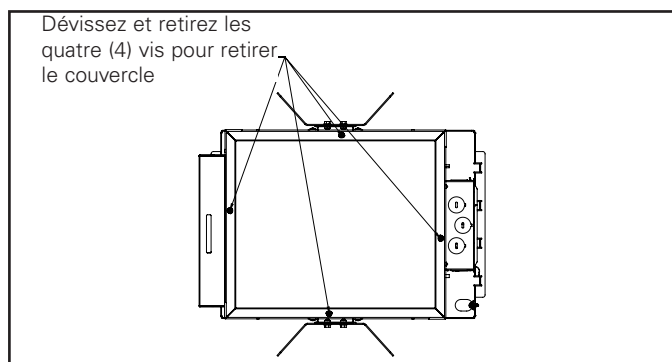

Figure 7.
- Pour les situations où le couvercle du boîtier est accessible après l'installation du boîtier, consultez la Figure 7 pour la dépose.